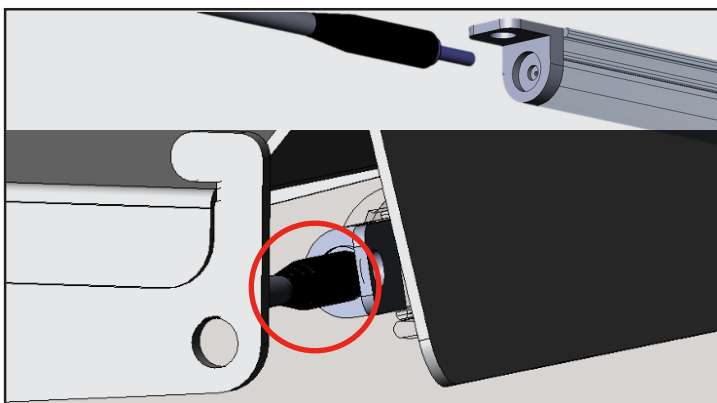

Рис. 3. Подключите кабель питания к светодиодному модулю.
3. Подключите кабель питания к светодиодному модулю. См. рис. 3.